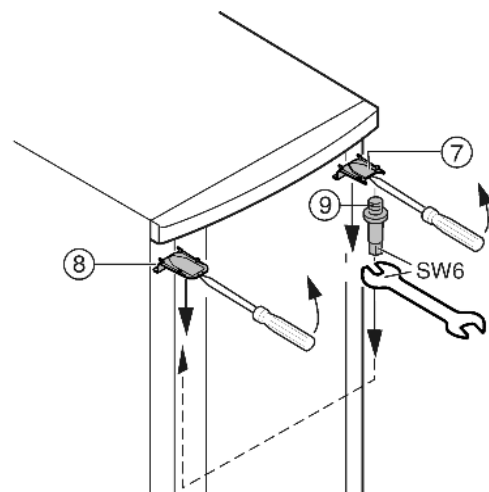

Fig. 7
- ▶ Liberare la copertura Fig. 7 (7) in alto e la copertura Fig. 7 (8) con un cacciavite anteriormente e rimuovere inclinando verso il basso.
- ▶ Svitare il perno di supporto Fig. 7 (9) e avvitare fermamente sul lato opposto a 4 Nm.
- ▶ Montare di nuovo la copertura Fig. 7 (7) sul lato del perno di supporto: inserire dietro, inserire a scatto sul lato anteriore.
- ▶ Montare la copertura Fig. 7 (8) sul lato opposto: inserire dietro, inserire a scatto sul lato anteriore.
- ▶ Agganciare la porta in alto nei perni di supporto Fig. 7 (9).